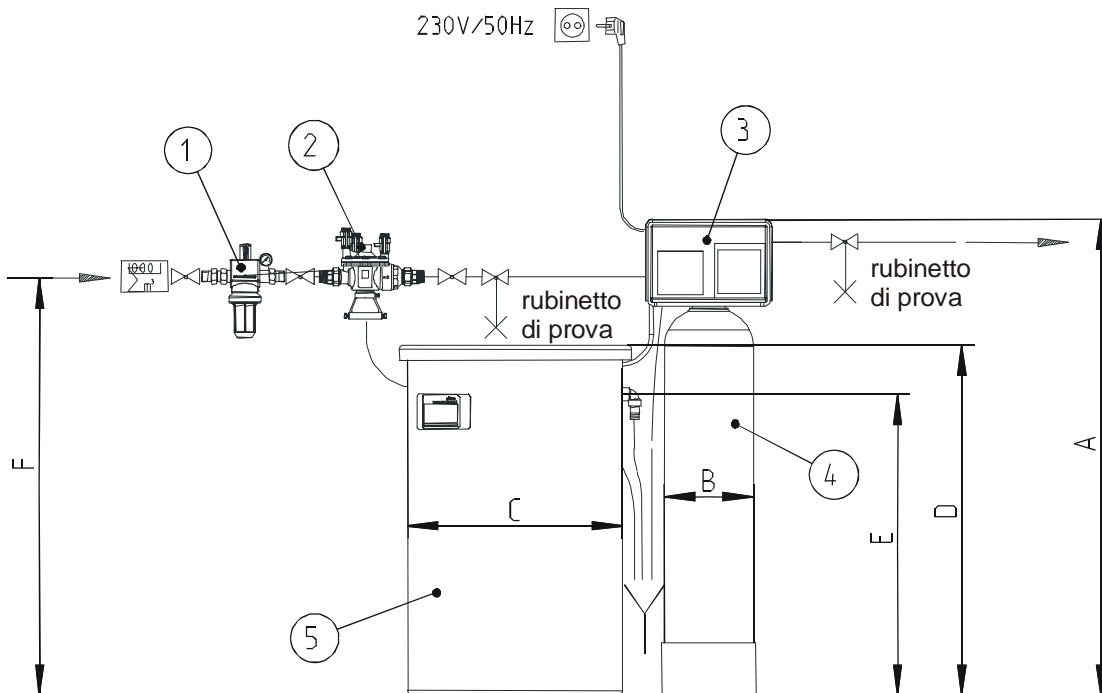

Fig. D-1 (a): illustrazione dell'installazione dell'addolcitore GENO-mat® ZF
1. Installare l'allacciamento idrico secondo l'illustrazione (fig. D-1 (a) e (b)).